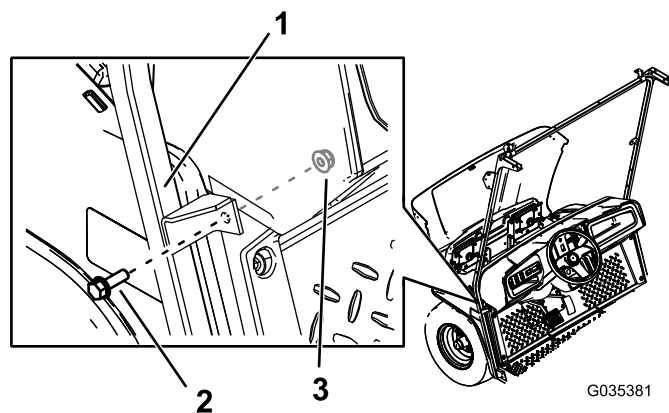

Figura 5
4. Prenda o suporte do meio do suporte do limpa pára-brisas à máquina utilizando dois parafusos flangeados sextavados ($\frac{5}{16} \times 1$ ") e duas porcas ($\frac{5}{16}$ ") nos furos que realizou (Figura 5).